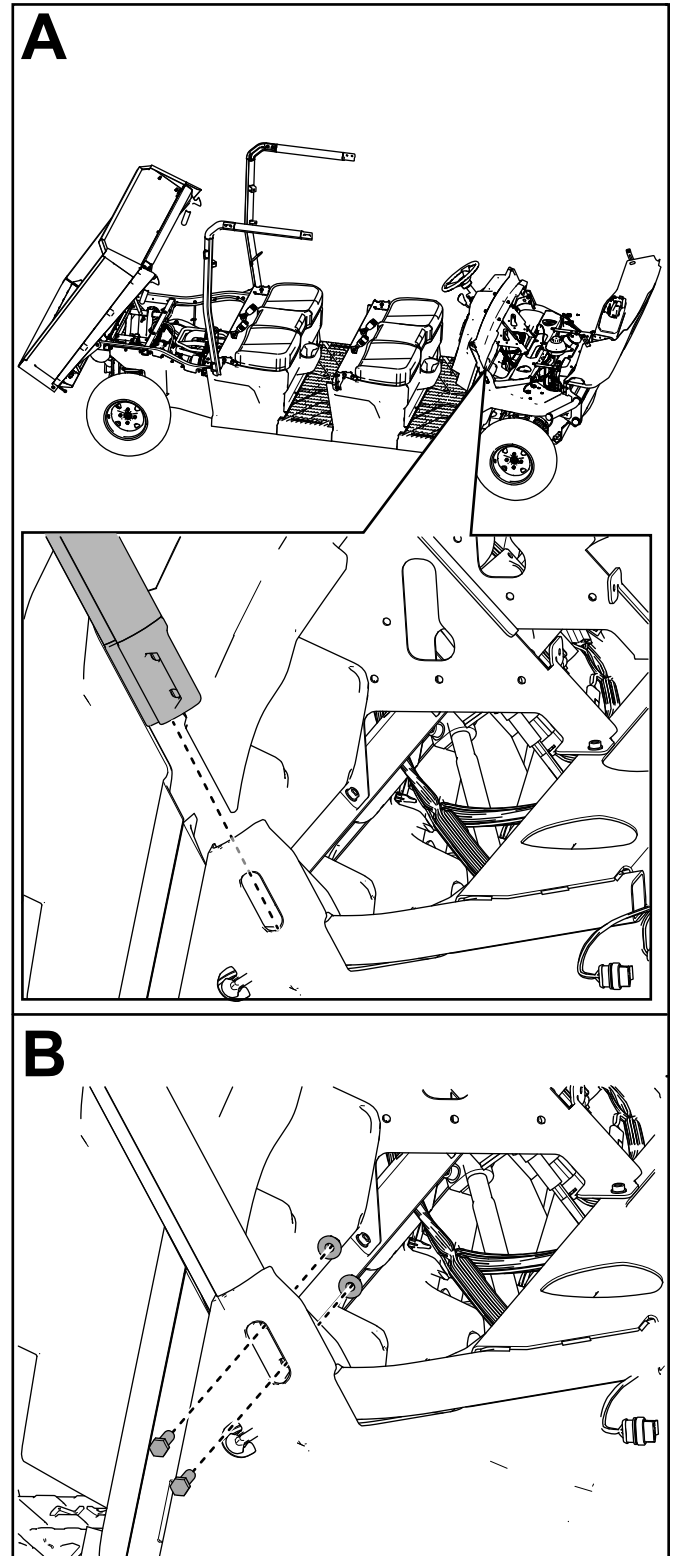

Figure 44
10. Fixez légèrement la barre avant droite de l'arceau de sécurité sur son support à l'aide de 2 boulons à tête hexagonale ( $\frac{3}{8}$  x  $1\frac{1}{4}$  po) et de 2 contre-écrous ( $\frac{3}{8}$  po), comme montré à la Figure 44.